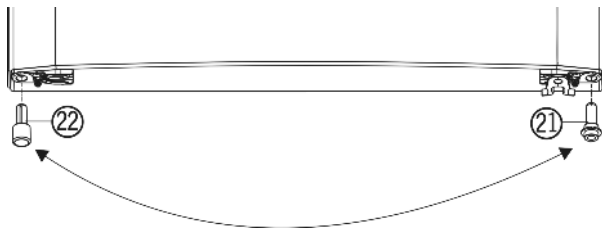

Fig. 4
- ▶ Unten links das Distanzteil Fig. 4 (22) aus der Tür herausnehmen.
- ▶ Das Distanzteil Fig. 4 (22) wieder rechts unten in die Tür einsetzen.